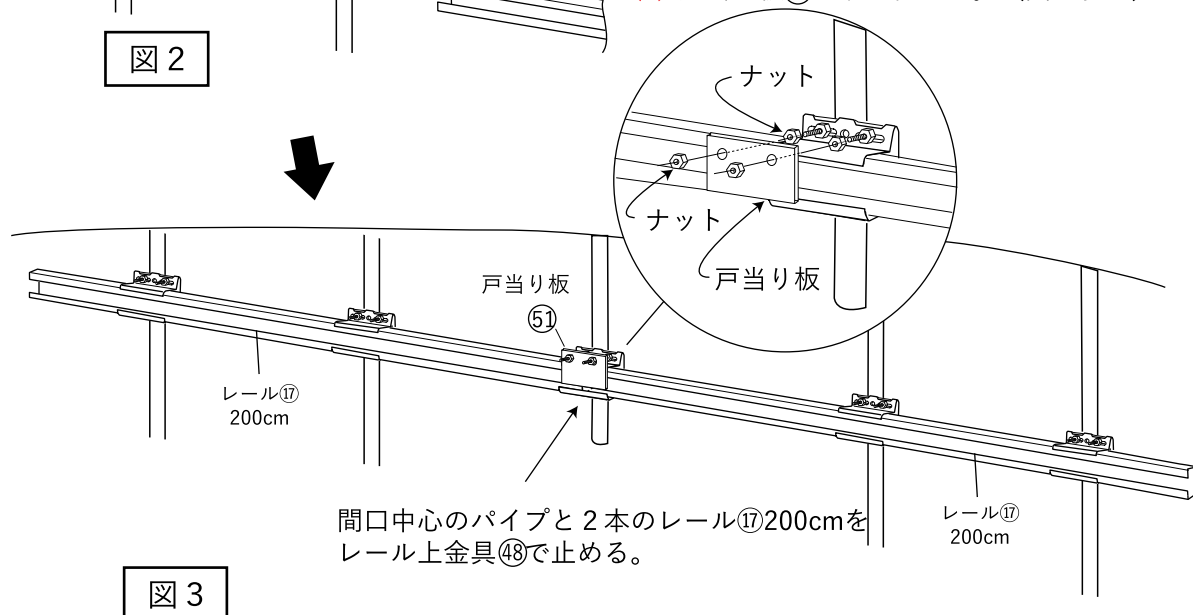

図 3
(3) 間口中心のパイプと 2 本のレール200cmを
レール上金具④⑧で止める。〔図 3 参照〕
(4) 戸当り板⑤①を取り付ける。〔図 3 参照〕